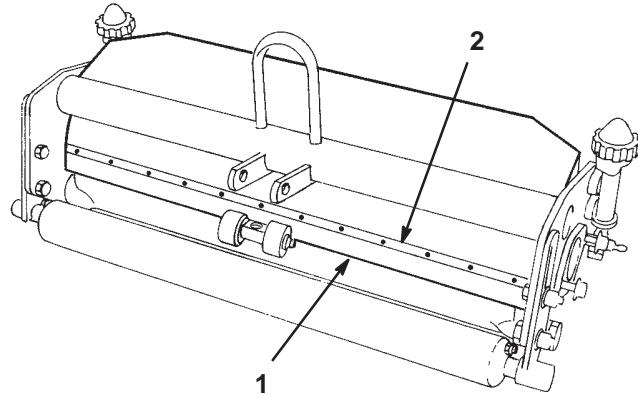

Bild 13
- Schieben Sie die Schnittleiste zwischen die beiden Seitenplatten. Achten Sie darauf, dass sich jedes Ende der Schnittleiste unter dem Schutzblech befindet (Bild 13).